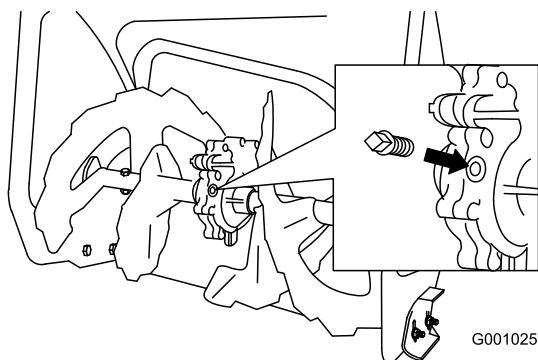

Figura 41
2. Pulite l'area circostante il tappo del tubo (Figura 41).